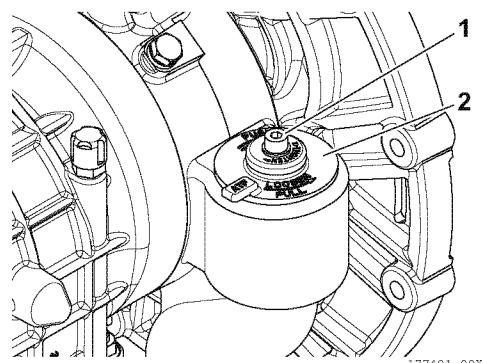

Figure 11
1. À l'aide de la clé hexagonale de 6 mm, desserrez la vis d'assemblage (1, **Figure 11**) du couvercle de la cartouche filtrante (2, **Figure 11**).